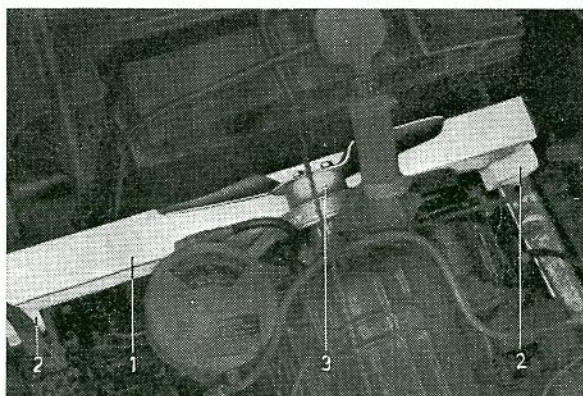

Bild 5. Motorstöd.
7. Skruva av muttrarna vid främre motorfästena. Tag bort främre skyddsplåten för motorn. Placera en träklots (1 bild 5, dimension ca 62×6×6 cm) ovanpå bärbalkarna men under fläktnavet (3). Träklotsen stickes in underifrån. På PV 445 och P 210 lägges dessutom två klotsar (2, dimension 4×6×6 cm) mellan ramen och ovannämnda träklots. På senare utförande måste urtag göras i träklotsen. Skall vagnen ej flyttas och travers finns tillgänglig, kan motorn istället hängas i traversen.